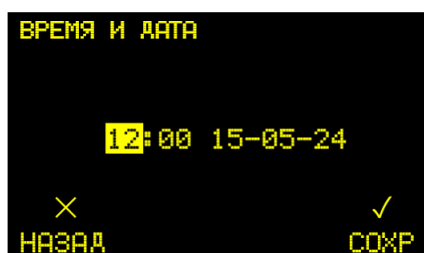

Рисунок 15 – Время и дата
2.4.3.1 В подразделе «ВРЕМЯ И ДАТА» осуществляется настройка текущих времени и даты (см. рисунок 15). Выбор редактируемого разряда происходит с помощью кнопок и , изменение параметра с помощью кнопок и .